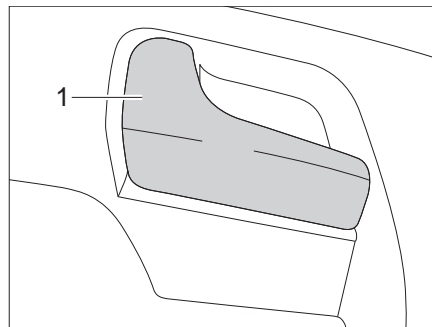

Bild 29 Türschloss Fahrtür, innen
- Am Griff (Bild 29,1) ziehen. Das Türschloss wird entriegelt.